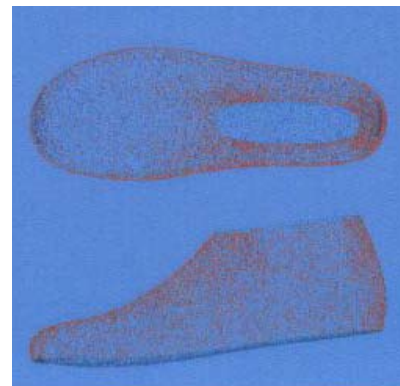

Рис. 165
- Нажмите , чтобы продолжить работу программы. Дальше процесс идет так же, как и для STL колодки (рис. 165).